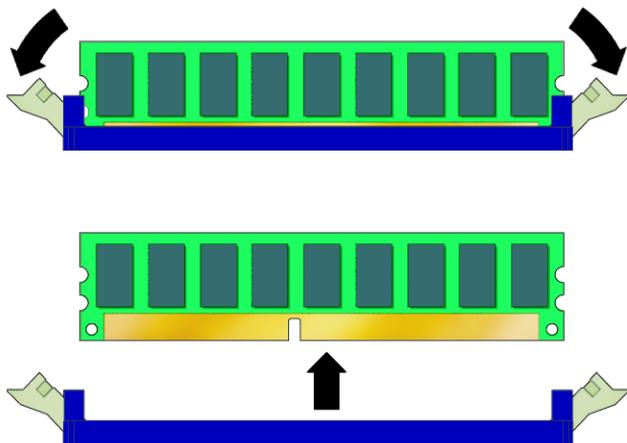

图 4-26 拆卸 DIMM 内存模块
3. 按下内存模块插槽两端的弹出杆，以便卸下原来的 DIMM 内存模块（参见图 4-26）。